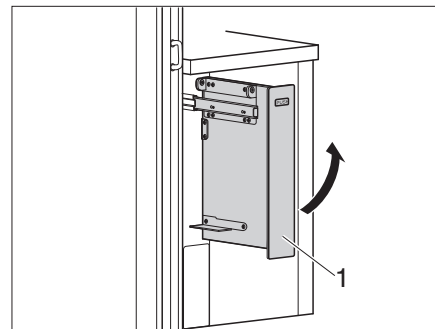

Fig. 129 Basculer l'élargissement vers le haut
- Basculer l'élargissement (Fig. 129,1) vers le haut.
- Basculer l'élargissement (Fig. 129,1) vers le bas.